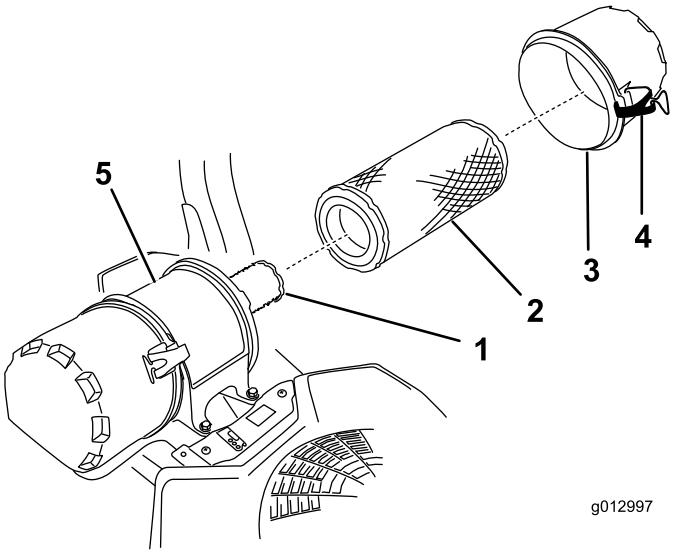

Figure 49
6. Ouvrez les dispositifs de verrouillage du filtre à air et détachez le couvercle du boîtier du filtre (Figure 49).
8. Sortez le préfiltre du boîtier du filtre avec précaution (Figure 49).
2. Si vous remplacez l'élément intérieur, insérez-le avec précaution dans le boîtier du filtre (Figure 49).
3. Placez ensuite le préfiltre sur l'élément intérieur avec le même soin (Figure 49).
4. Remettez en place et verrouillez le couvercle du filtre à air (Figure 49).